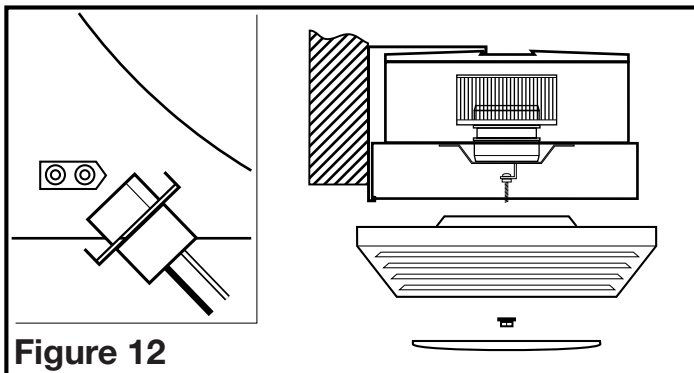

Figure 12
4. Après avoir fixé le boulon du réflecteur, soulevez le grille/réflecteur vers le haut, en place, et branchez le réflecteur au réceptacle approprié. Fixez l'assemblée au boulon du réflecteur en utilisant l'écrou borgne et la rondelle de freinage. Installez la lampe LED dans la douille en alignant les broches de la base de la lampe à la prise de la douille de lampe. Tournez le corps de la lampe dans le sens horaire jusqu'à ce que la lampe s'enclenche et est fermement en place dans la douille (Figure 12).